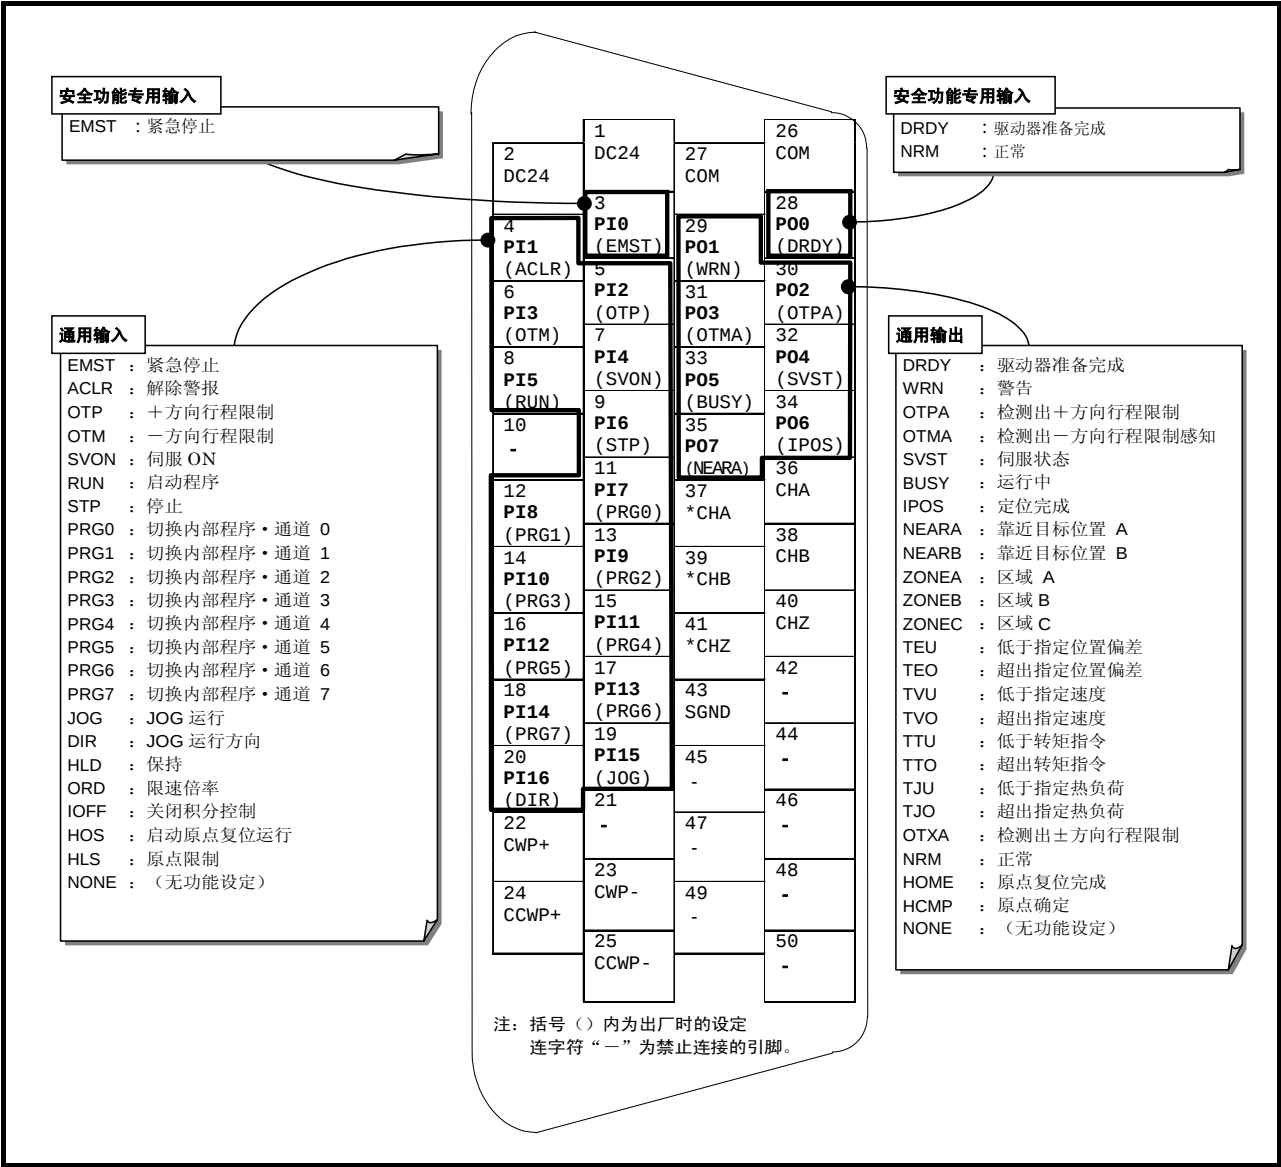

图 2-22：CN2 引脚阵列
- CN2：控制输入输出接口 的引脚阵列显示在「图 2-22：CN2 引脚阵列」（出厂时的状态）。